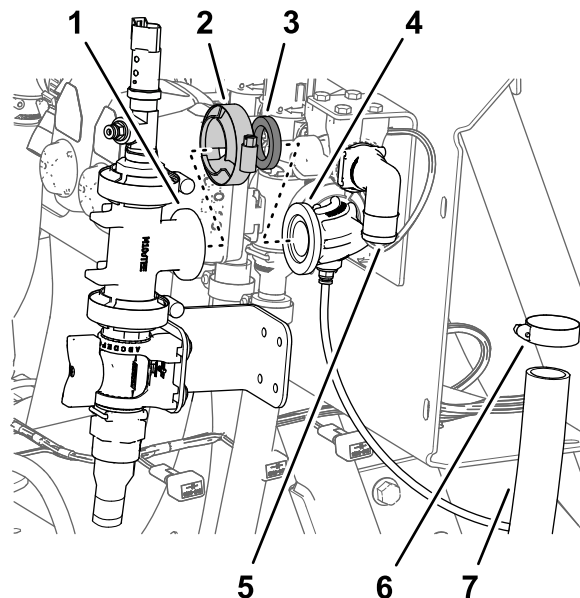

Figura 44
1. Monte sem apertar a união em T e a união de 90° com uma junta e uma braçadeira flangeada (Figura 44)